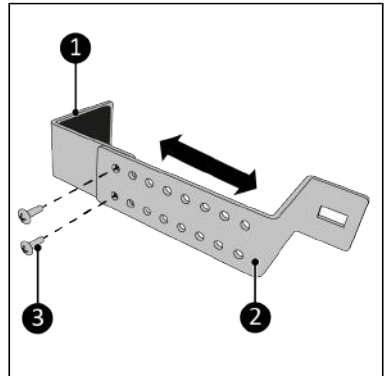

Figure 190.
3. Vissez la partie supérieure (Figure 190, pos. 1) et la partie inférieure (Figure 190, pos. 2) ensemble au moyen des deux vis M5 x 7 mm (Figure 190, pos. 3). Assurez-vous que la largeur soit légèrement supérieure à la largeur du cadre de la fenêtre.